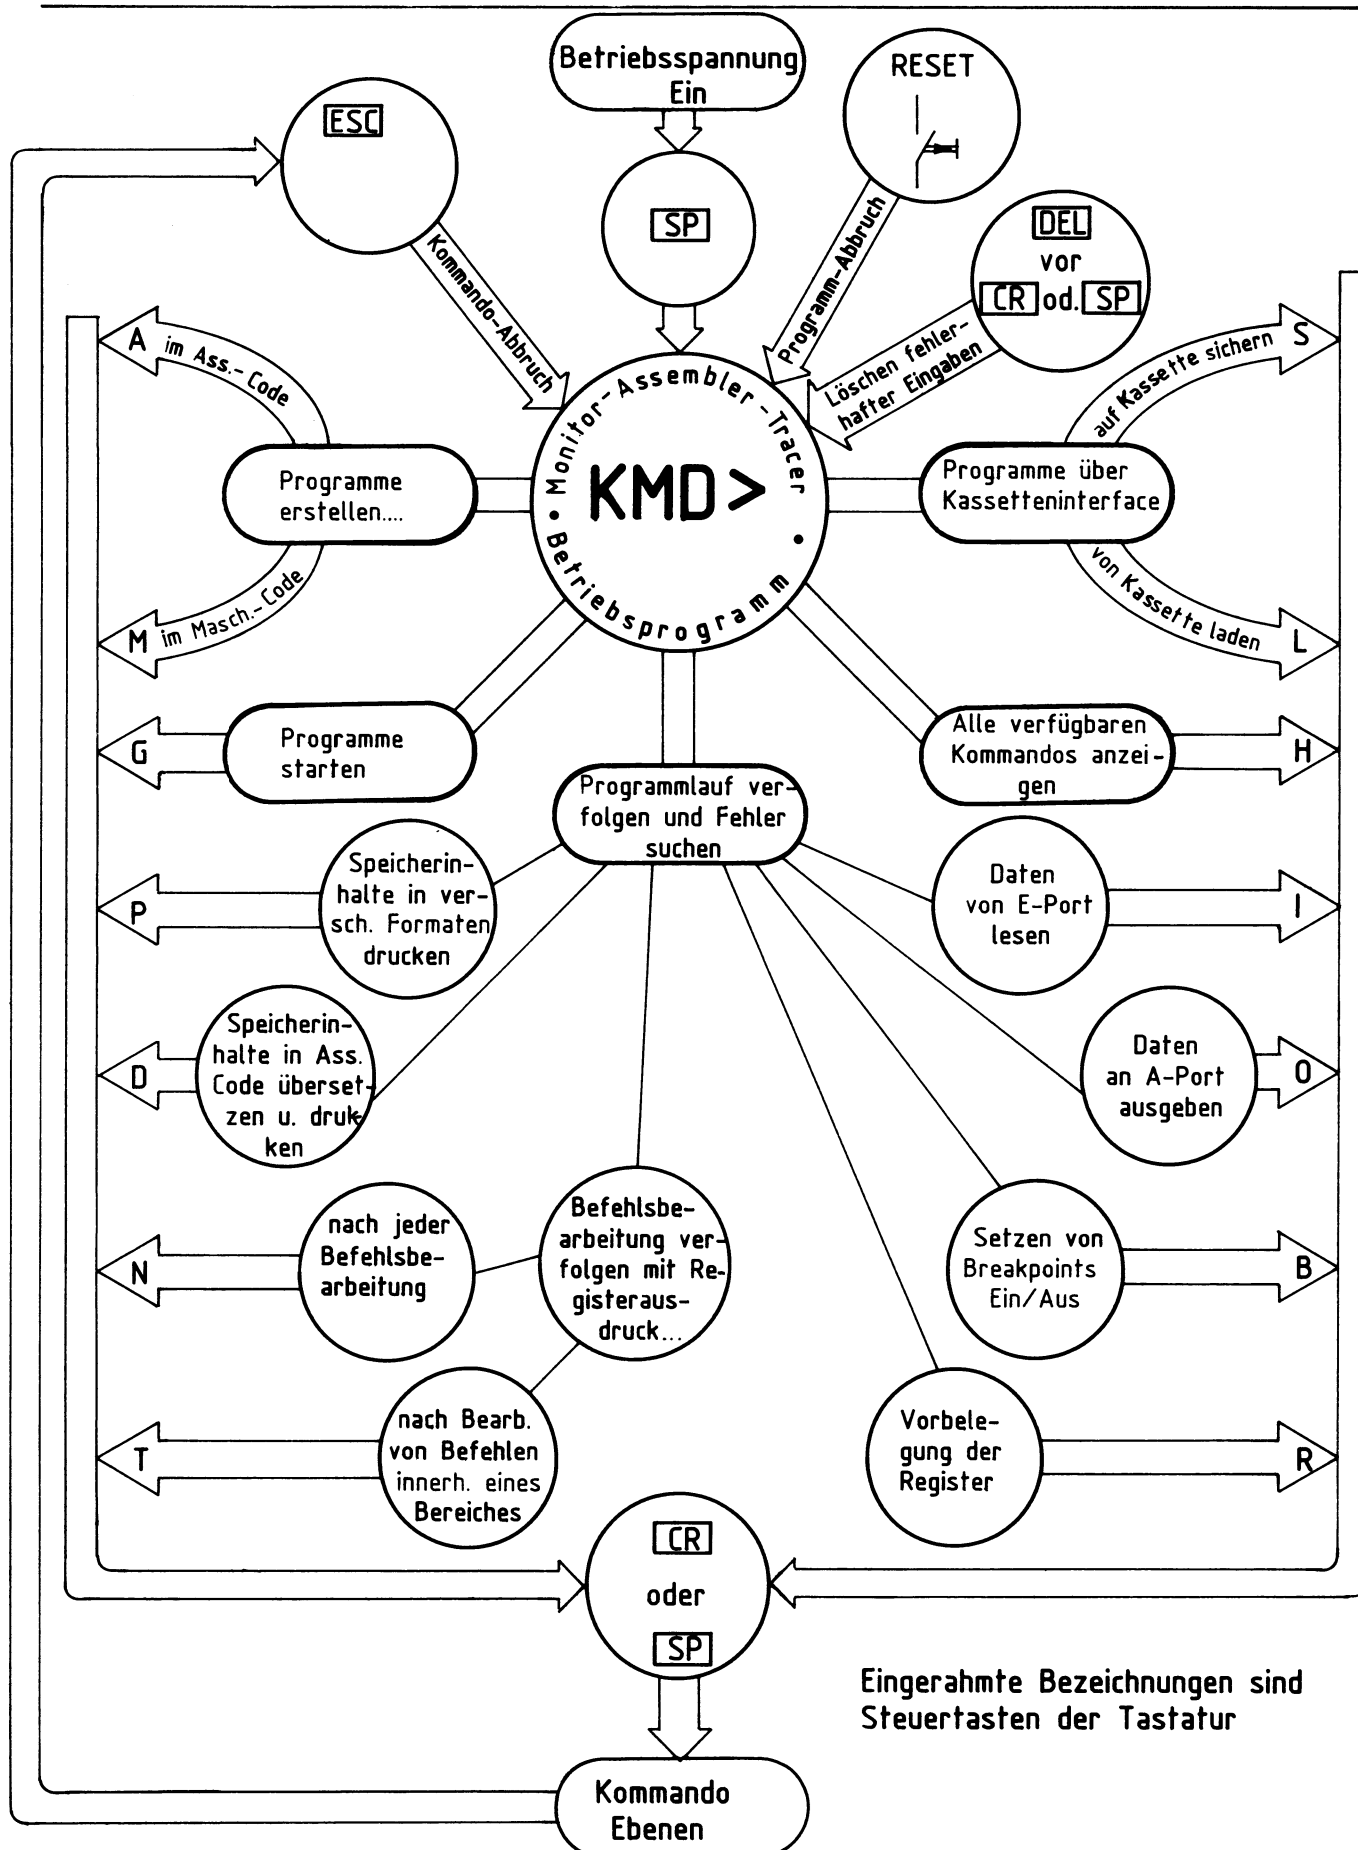

Bild 5: Zuordnung der Kommandos zu Einsatzgebieten
Die in Bild 5 dargestellte Grafik zeigt die beschriebenen Kommandos nach Ein-
- Die Rückkehr aus den Kommandoebenen in das Betriebsprogramm erfolgt durch Betätigen der ESC-Taste (Escape = flüchten). Siehe hierzu auch Bild 5.